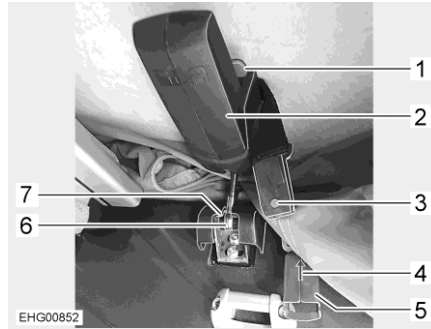

Fig. 27 Bloqueo, techo abatible en la parte trasera (C 530)
- Abrir el cierre de hebilla (Fig. 27,5) en ambos lados. Para ello, pulsar el pulsador gris (Fig. 27,3) y separar las dos partes del cierre de hebilla.
- Presionar la palanca roja (Fig. 27,1) hacia arriba. De este modo, se desbloquea el tirador negro (marcado SCA) (Fig. 27,2).
- Tirar el tirador negro (marcado SCA) (Fig. 27,2) hacia abajo.
- Soltar el perno (Fig. 27,6) del sujetador (Fig. 27,7).